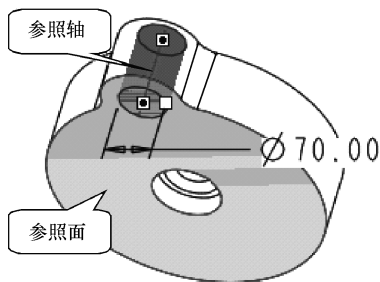

图 7-30 放置第 2 个孔
(11) 单击【工程特征】工具栏中的【孔】按钮，弹出【孔】操控板。
(12) 在操控板中单击【放置】按钮，弹出【放置】下滑面板，此时【放置】参照收集器处于淡绿色激活状态，在图形区选择基准轴 2 作为第 1 个放置参照。
(13) 按住〈Ctrl〉键，选择柱体前表面作为第 2 个放置参照，如图 7-30 所示。此时【放置】下滑面板中的【类型】下拉列表框中显示为【同轴】选项，且不能修改。
(14) 在对话框的【孔直径】组合框中将直径值修改为“70”，选择【拉伸深度】类型为【穿透】方式，拖动鼠标中键从各个方向预览模型，如图 7-30 所示。